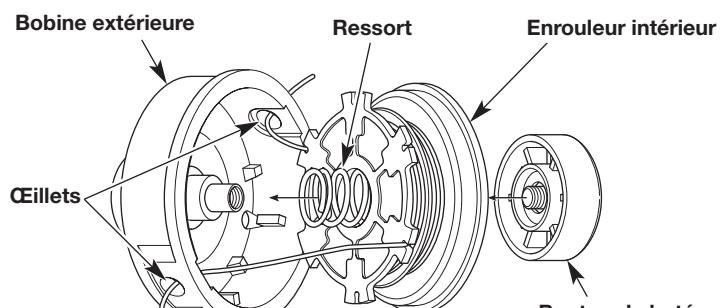

Fig. 19
- Enfilez les deux extrémités de la ligne de coupe dans les œillets de la bobine extérieure. Installez le ressort dans l'enrouleur intérieur. Insérez l'enrouleur intérieur dans la bobine extérieure. Pressez l'enrouleur intérieur et la bobine extérieure l'un contre l'autre (Fig. 19).